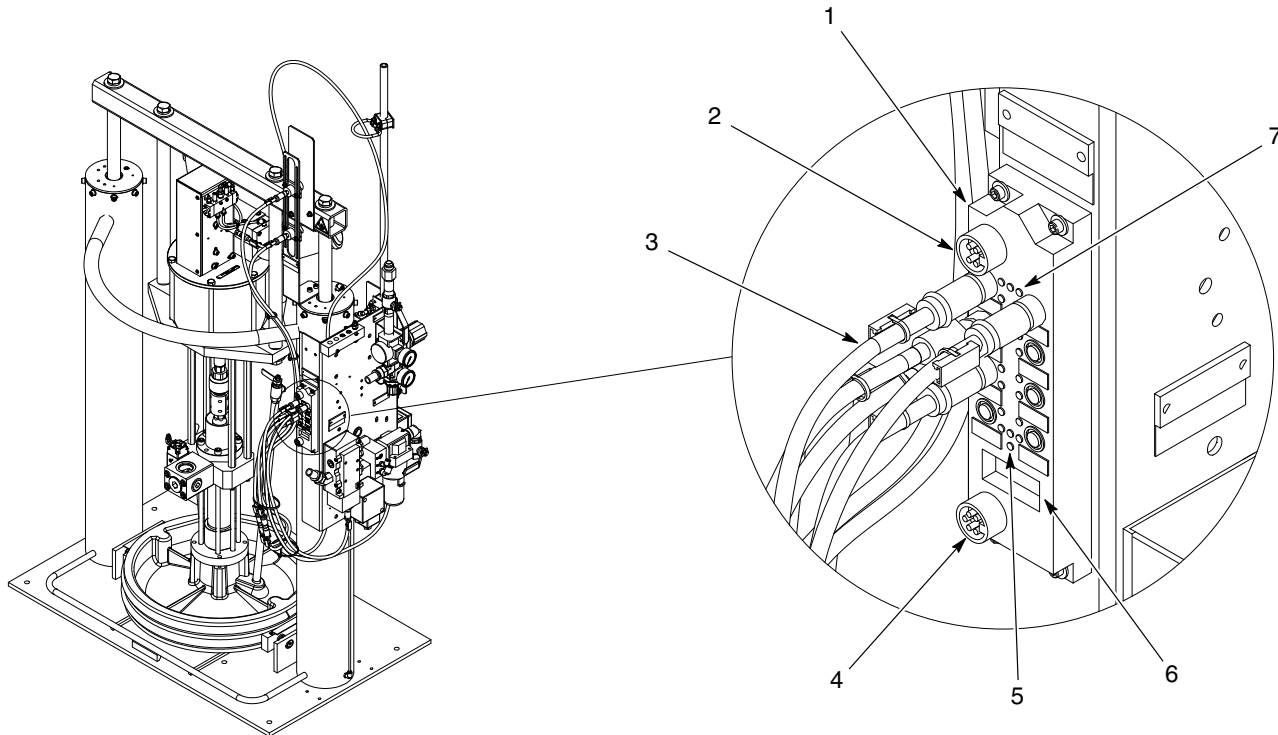

Figura 1 Tipico modulo DeviceNet Rhino SD2/XD2
Vedi figura 1. Il modulo I/O DeviceNet stabilisce il collegamento ai componenti elettrici di uno scaricatore Rhino SD2/XD2 tramite cavi di interfaccia con microconnettore da 12 mm (3). La stazione DeviceNet (1) ha 8 ingressi discreti e 8 uscite discrete. Gli ingressi sono alimentati da bus e le uscite sono alimentate in modo ausiliario. Per una descrizione degli ingressi e delle uscite consultare la sezione *Ingressi e uscite*.